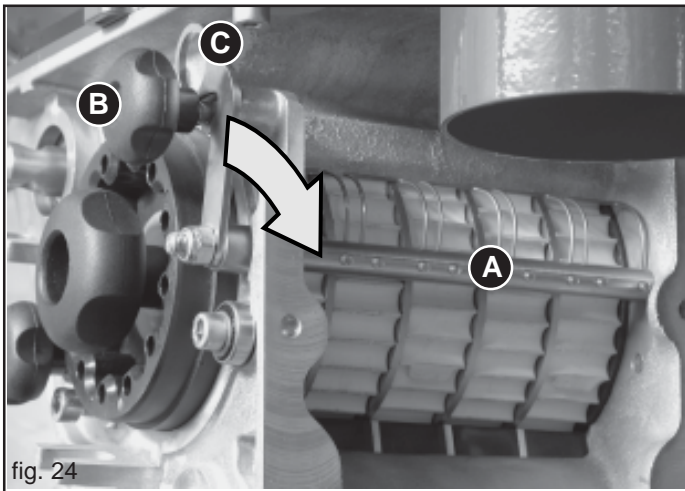

fig. 24
Gli elementi elastici pulenti (A, Fig. 24) vengono usati con il rullo dosatore di colore giallo (*mod. F25-125*) durante la distribuzione di semi oleosi.
... allentare il pomello (B, Fig. 24), estrarre le leve (C) dalla propria sede e spostarle nel senso della freccia.
- 1) Allentare e togliere il pomello (B, Fig. 24), e spostare la leva (C) nel senso della freccia.